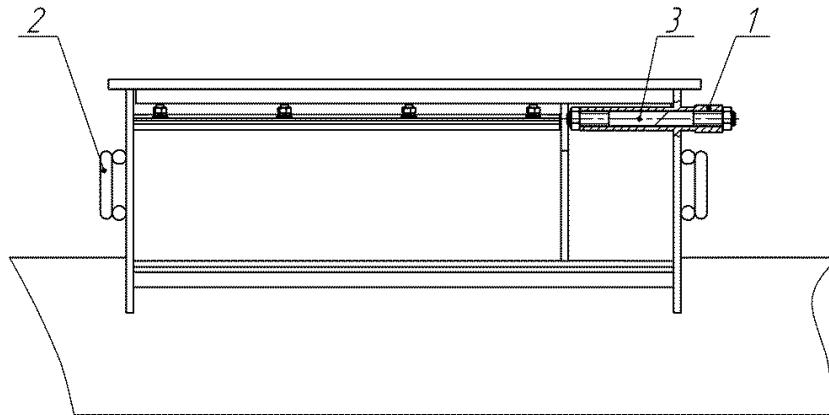

Рис.3 Заглушка направляющей втулки высевающего аппарата
4.4.В высевающих аппаратах отверстия направляющих втулок поз.1 рис.3 заглушить шпилькой M12x150 и зафиксировать гайками.